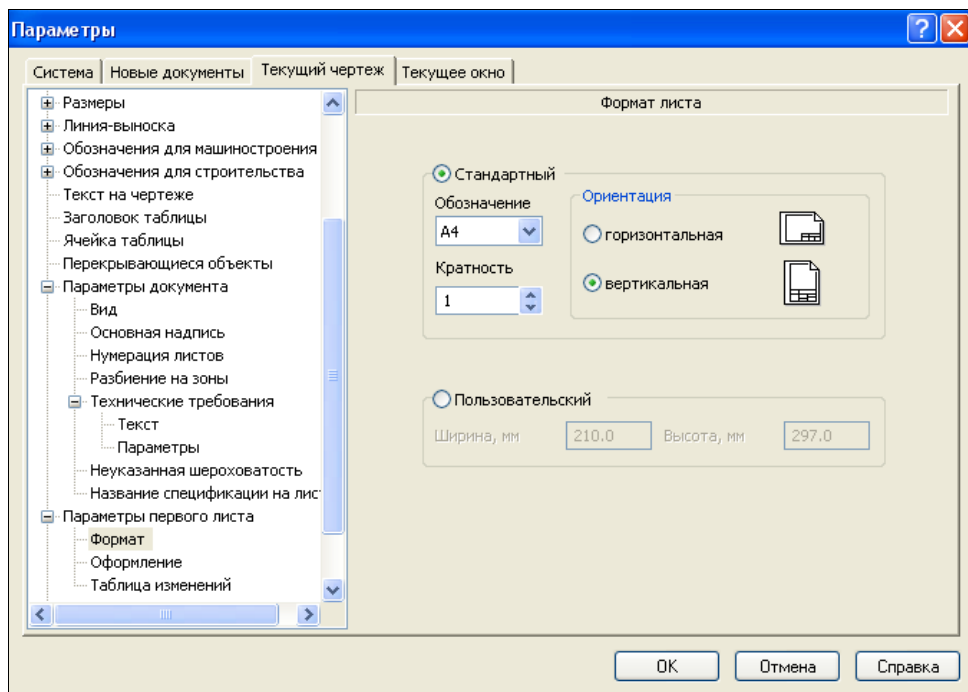

Рис. 13.6. Диалоговое окно **Параметры** с открытой панелью **Формат листа**
- ◆ раскройте пункт **Параметры первого листа**, нажав знак "плюс" перед ним. Щелкаем ЛК мыши по пункту **Формат** (рис. 13.6).